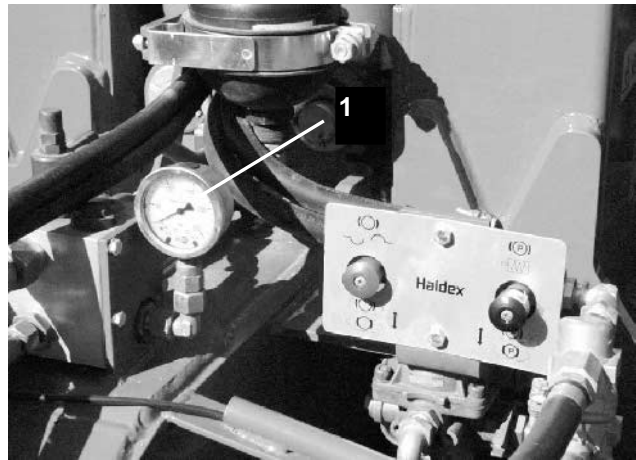

Fig. 38
- Das Manometer (Fig. 38/1) zeigt den Druck der Zylinder an.